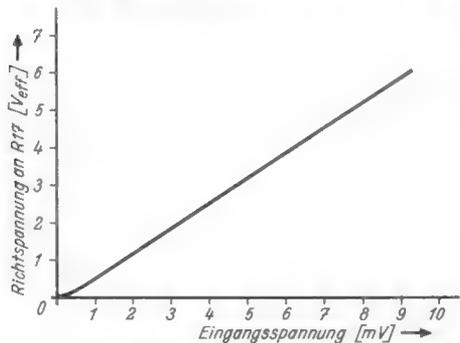

Bild 47. Richtspannung in Abhängigkeit von der Eingangsspannung an der ersten Zf-Stufe bei 37 MHz
4. Bei der Beurteilung von Fernsehbildern kann man heute vielfach beobachten, daß die Bedeutung der Bildschärfe wesentlich überbewertet wird. Wichtiger als die Bildschärfe ist für einen guten Bildeindruck die Gradation des Bildes. Bild 47 und 48 zeigen zwei gemessene Aussteuerungskurven. Man erkennt, daß sowohl hinter dem Gleichrichter als auch an der Steuerelektrode die Aussteuerungskurve nur sehr wenig vom linearen Wert abweicht, und zwar über einen weit größeren Bereich als er jemals zur Aussteuerung der Bildröhre gebraucht wird. Diese Kurven beweisen auch, daß es völlig gleichgültig ist, ob man Katoden- oder Wehneltsteuerung anwendet, sofern die Röhre PL 83 in der Endstufe verwendet wird. Mit Rücksicht auf hohe Verstärkung wurde der Katodenwiderstand der PL 83 endgültig zu nur 50 Ω gewählt. Er reicht zur genügenden Linearisierung der Kennlinie völlig aus. Der Empfänger wird also keinesfalls die vom Sender angebotene Gradation irgendwie sichtbar verändern. Diese Forderung muß man an einen guten Empfänger stellen.